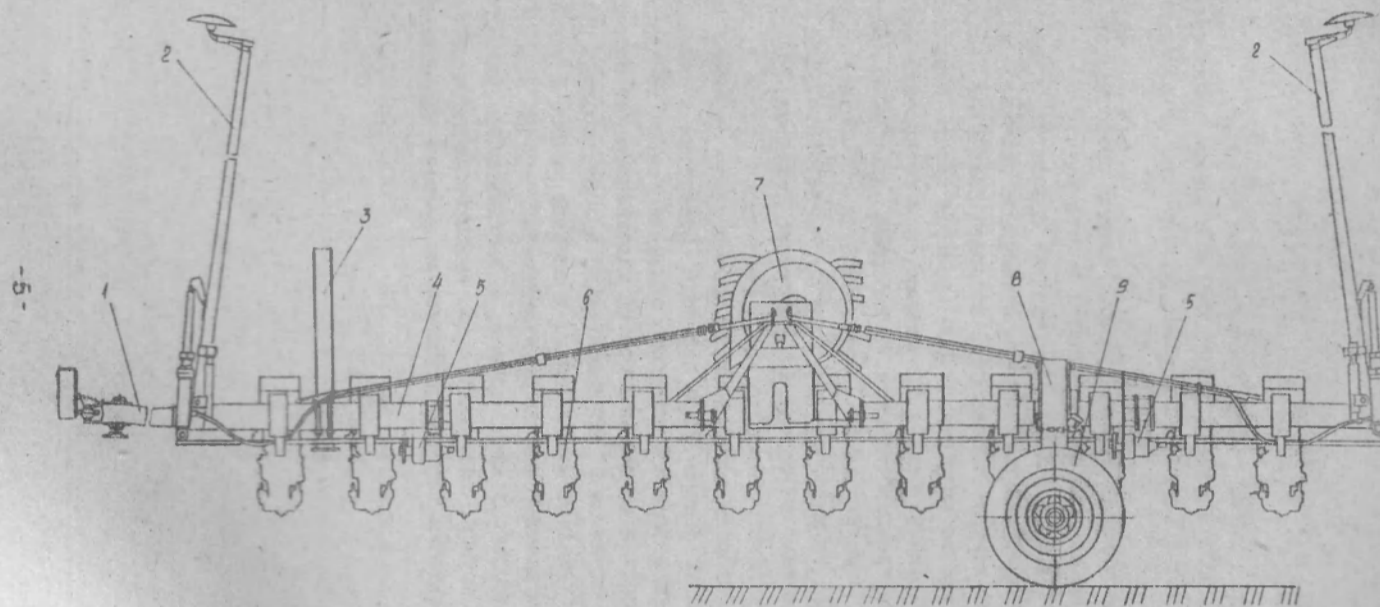
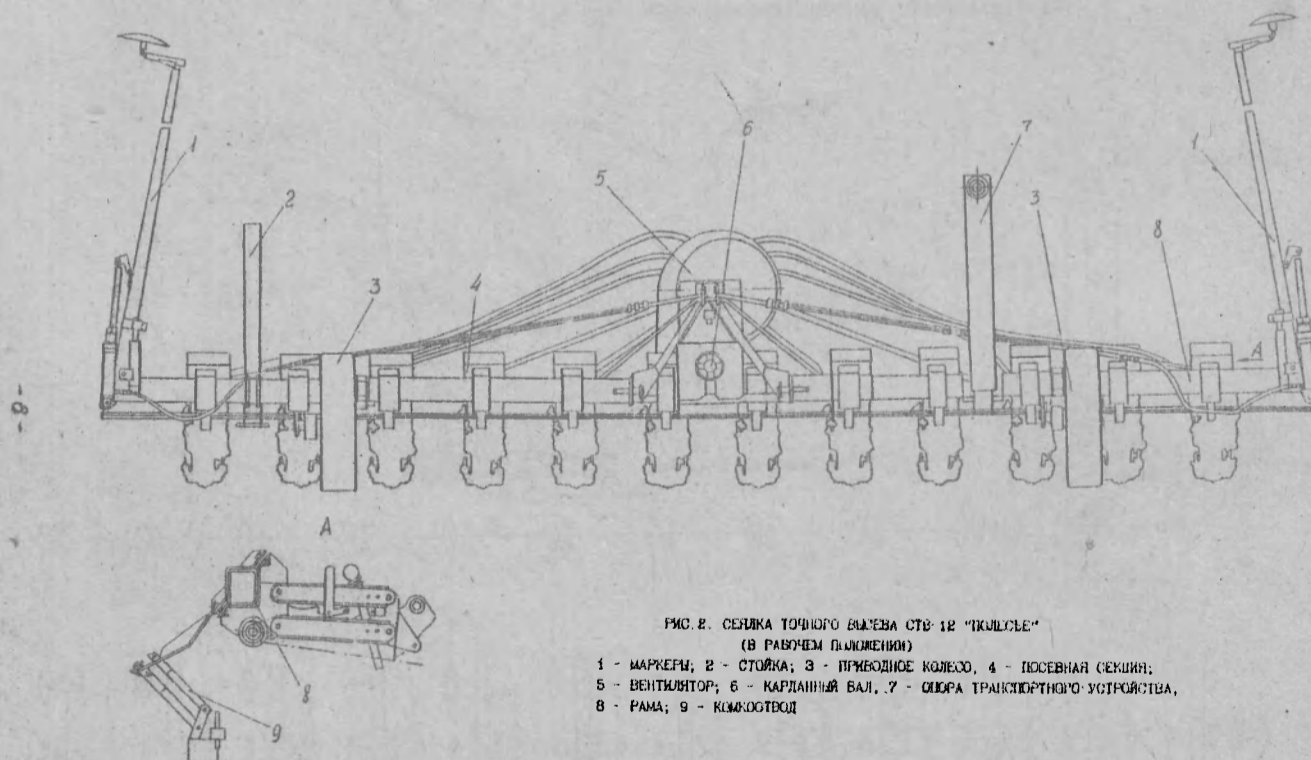

РИС.1. СЕДКА ТОЧНОГО ВЫСЕВА СТВ-12 "КОЛЕСЬЕ"
РИС.2. СЕДКА ТОЧНОГО ВЫСЕВА СТВ-12 "КОЛЕСЬЕ"
2.1 Сеялка пневматическая навесная двенадцатирядная точного высева (рис. 1,2) предназначена для посева калиброванных и дражированных семян свеклы.
3.1 Сеялка состоит из рамы 4 (рис.1) с замком для автосцепки, приводных колес 3 (рис.2) с механизмами передач, посевных секций 6 (см.рис.1), вентилятора 7, маркеров 2, дышла 1, стойки 3 и опор 8 транспортного устройства.